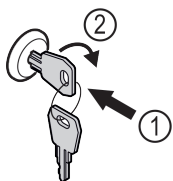

Fig. 58 Beispielhafte Darstellung
- Schlüssel hineindrücken Fig. 58 (1).
- Schlüssel um 90° im Uhrzeigersinn drehen Fig. 58 (2).